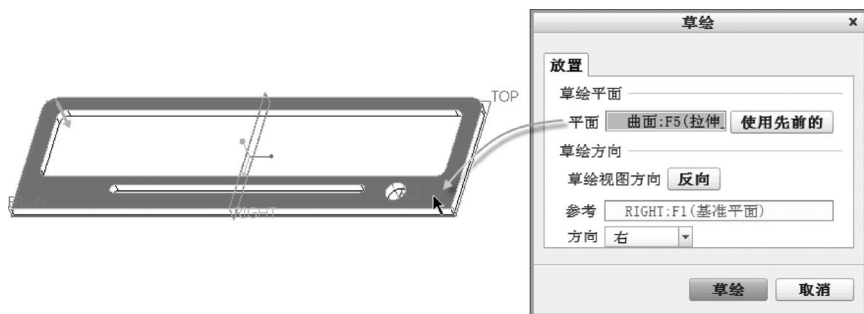

图 12-38 指定草绘平面
- 4) 选择图 12-38 所示的实体面作为草绘平面, 以 RIGHT 基准平面为“右”方向参考, 单击“草绘”对话框中的“草绘”按钮, 进入内部草绘器。